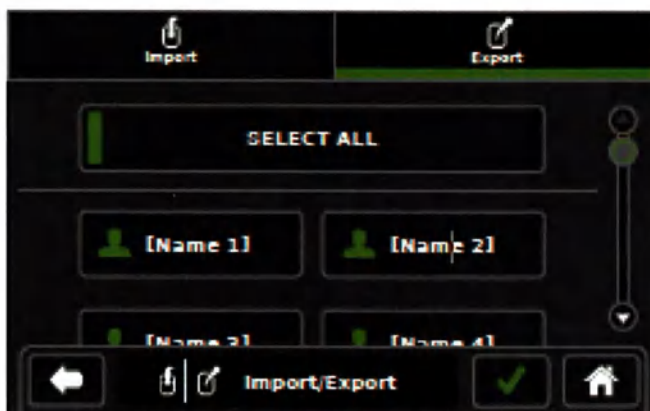

Рисунок 16 – Экран «Import/Export» (Импорт/экспорт)
3. Коснитесь кнопки **SELECT ALL** (ВЫБРАТЬ ВСЕ) или отдельной(-ых) предустановки(-ок) для импорта или экспорта (Рисунок 16).